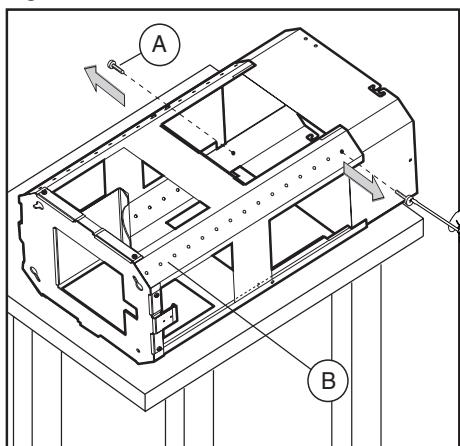

Fig. 2
- Déballer la structure et enlever les 2 vis **A** pour séparer la partie supérieure de la partie inférieure (fig.2).